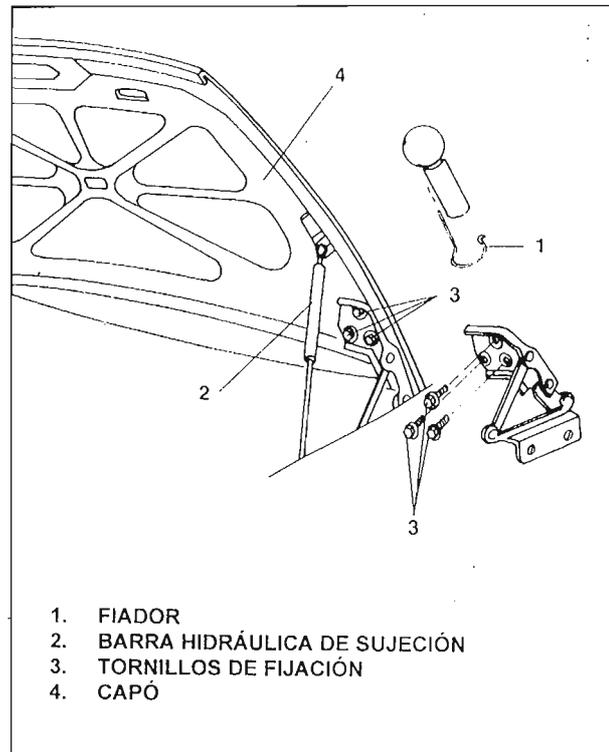

Fig. 18.
12. RETIRADA/ INSTALACIÓN DEL CAPÓ (Fig.18)